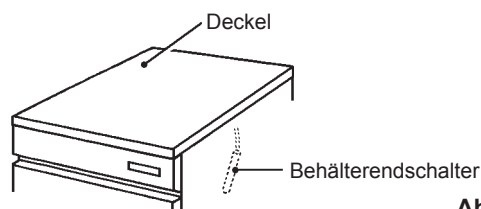

Abb. 2
- 5) Das Klebeband entfernen, mit dem der Behälterendschalter festgemacht ist, indem man die Vorratsbehältertür öffnet und hineingreift (siehe Abb. 2).